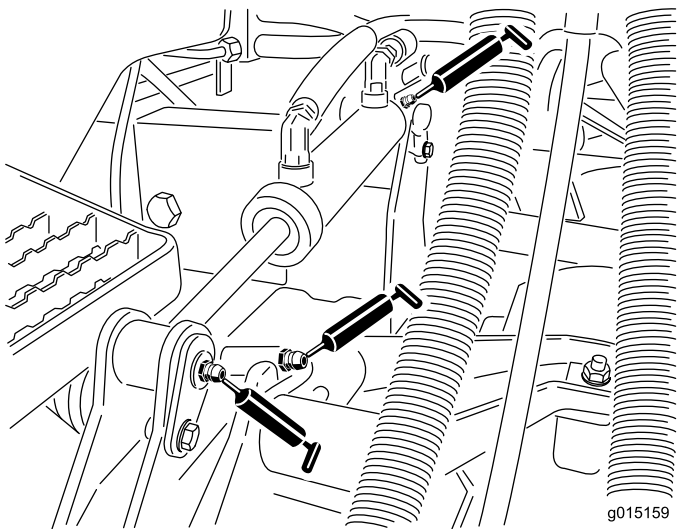

図 115
- 昇降シリンダのブッシュカッティングユニット 1台に 2ヶ所 図 115を参照。
- 昇降アームのブッシュカッティングユニット 1台に 1ヶ所 図 115を参照。